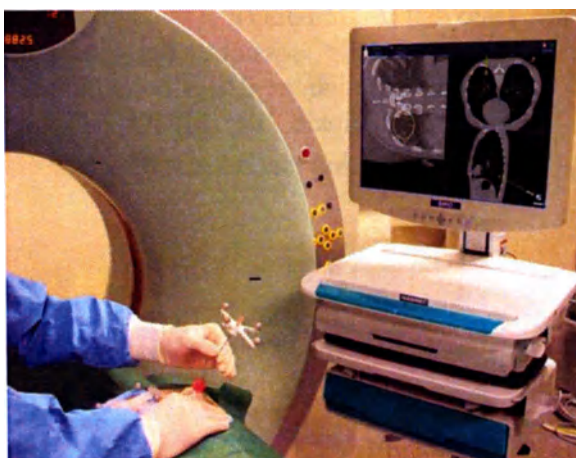

Figura 3.36 Infissione dell'ago di intervento.
Il percorso dell'ago verso il target viene mostrato in tempo reale nell'ambiente virtuale di SIRIO e può essere intervallato da scansioni di controllo a discrezione del medico interventista (Figura 3.36).
- Se il giunto a stella del supporto ago (Figura 3.36) subisce spostamenti grossolani in fase di estrazione del *Direction Tool* è necessario procedere con una nuova regolazione della traiettoria di infissione riposizionando il *Direction Tool*.